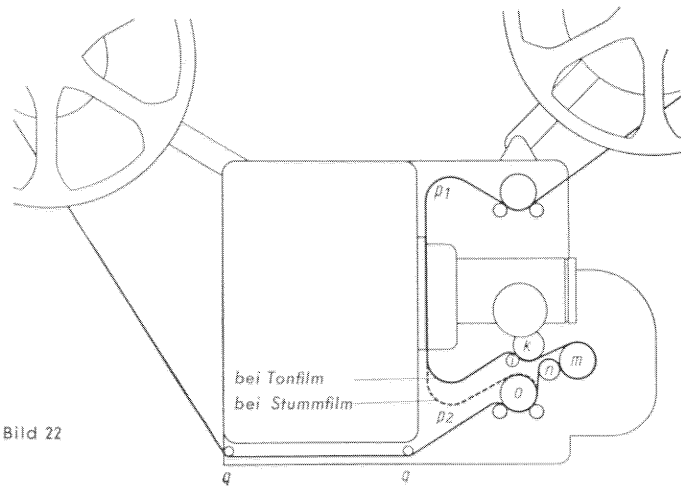

Bild 22
6. Film, wie aus Bild 17 und Schema Bild 22 hervorgeht, unter Bildung der Schleife p 2 wie folgt in das Lichttongerät einlegen: Von oben zwischen Andruckrolle i und Bremsrolle k des Schleifenfängers, wobei Andruckrolle abzuziehen und nachher durch Druck auf Auslöseknopf l wieder anzulegen ist. Darauf achten, daß Film genau in Führung zwischen dem
erfolgt ebenso wie beim Tonfilm, nur mit dem Unterschied, daß der Film von der unteren Filmschleife p 2 aus, unter Umgehung des Lichttongerätes, direkt rechtsherum über die untere Zahntrommel verläuft (Bild 22).
ist nur möglich, wenn der Film für Stummfilmvorführung (Bild 22) eingelegt wurde, also nicht durch das Lichttongerät läuft.